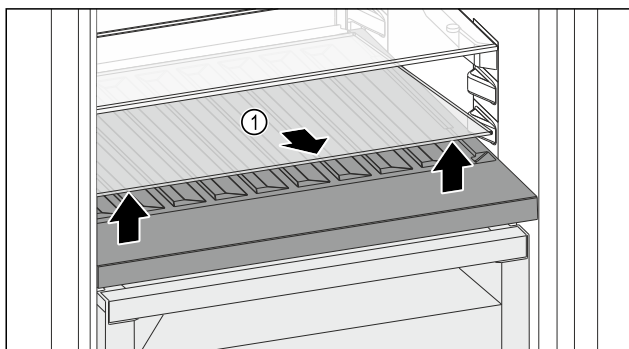

Fig. 143
- Skleněnou desku Fig. 143 (1) zvedněte za vybrání vpředu a vyjměte ji.
- Skleněnou desku Fig. 143 (1) uložte bezpečně mimo spotřebič.